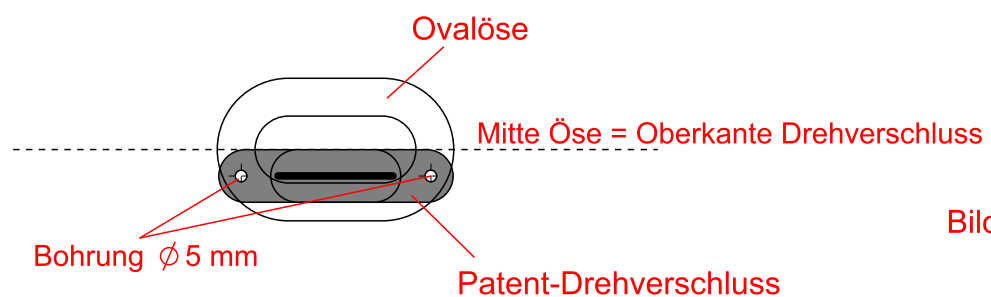

Bild 6
6. Beiliegende Patent-Drehverschlüsse (gemäß Bild 6) an den gekennzeichneten Stellen annieten.